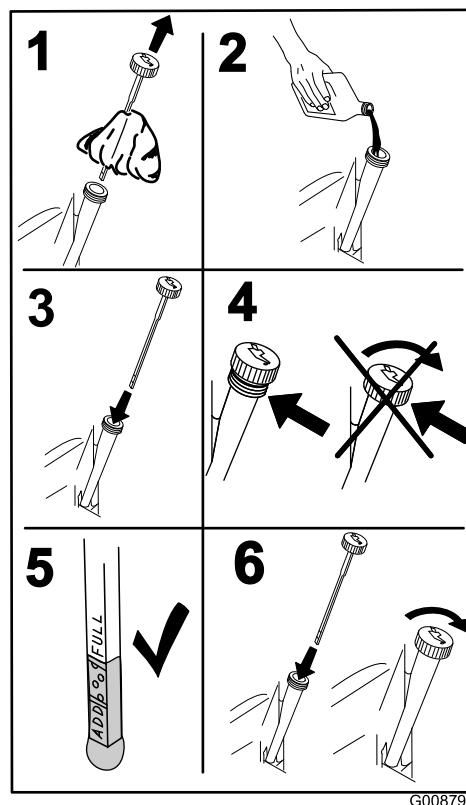

Рисунок 38
4. Извлеките щуп и протрите его чистой тканью (Рисунок 38).